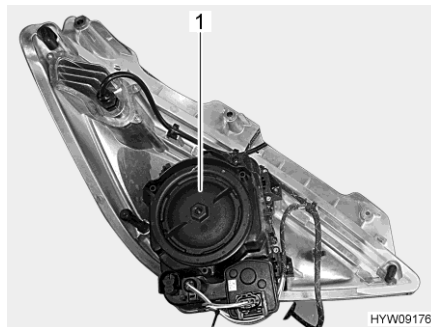

Fig. 230 Faro delantero (lado trasero)
- Girar la tapa de la caja (Fig. 230,1) en sentido contrario a las agujas del reloj y quitarla.
- Colocar la tapa de la caja (Fig. 230,1) y apretarla en sentido de las agujas del reloj.